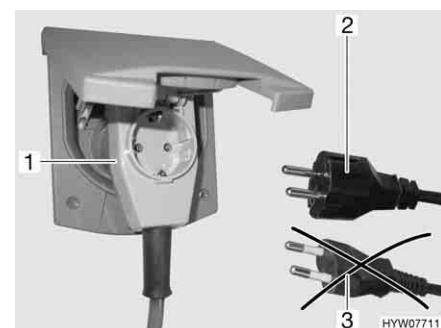

Fig. 72 Collegamento ad un connettore ad angolo provvisto di presa
- ▶ Se si impiega un connettore ad angolo CEE 17 provvisto di una presa integrata sulla parte posteriore (Fig. 72,1), utilizzare esclusivamente una spina IP 44 gommata e sigillata con contatto di terra (Fig. 72,2). Non utilizzare spine senza contatto di terra (Fig. 72,3). Pericolo di scarica elettrica!